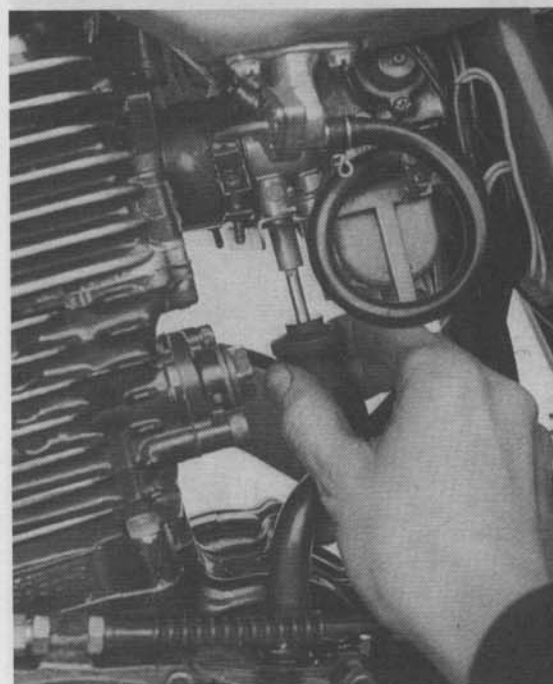

Bild 14
- Grundeinstellung der Leerlaufgemisch-Regulierschraube (Bild 14) kontrollieren: